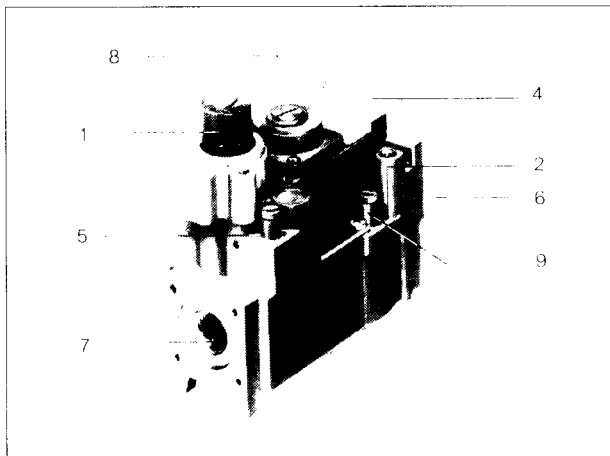

Abb.7 Gaskombi-Armatur Honeywell V 4600 C für RAPIDO-Kessel GA 110/9-23 P
- Dichtschraube an Zündgasregulierung abschrauben (siehe Gas-Kombiarmatur Abb. 7)
- Schraube im Meßanschlußnippel des Ausgangsdrucks lösen (siehe Gaskombi-Armaturen Abb. 7) und U-Rohr-Manometer anschließen.
- Düsendruck (falls erforderlich) an der Gasregulierschraube (siehe Gaskombi-Armatur Abb. 7) einregulieren. (vorher die jeweilige Abdeckschraube entfernen).